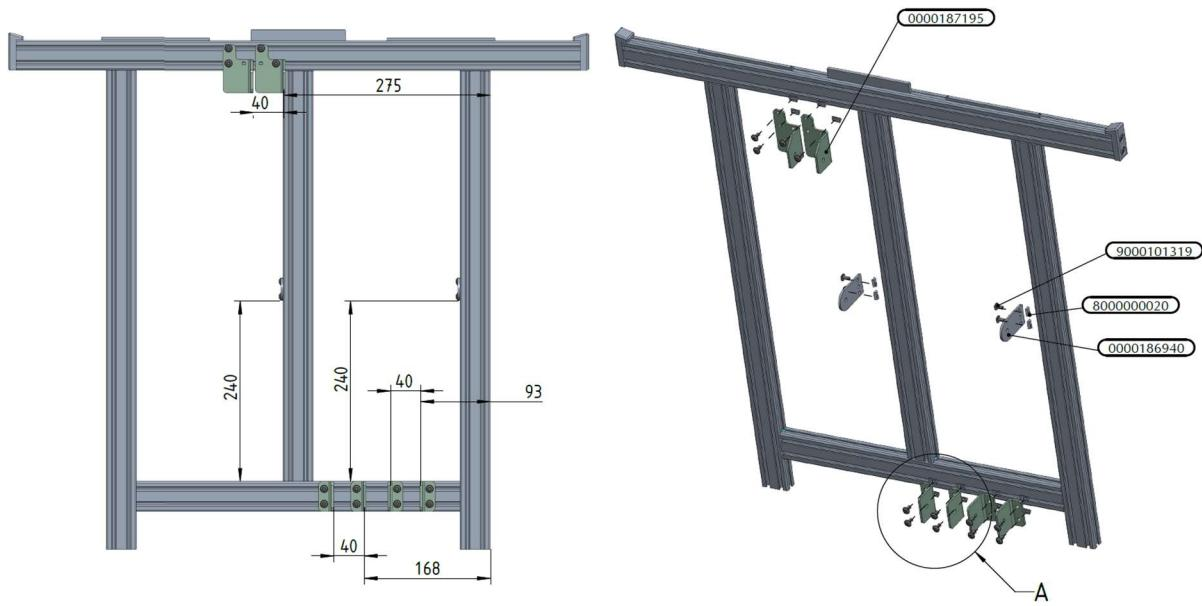

Abb. 12 Anbauteile linker Seitenrahmen
- Führen Sie die Nutenstein in die Profilnuten ein und schrauben Sie die Anbauteile entsprechend der Maßangaben aus Abb. 12 an.